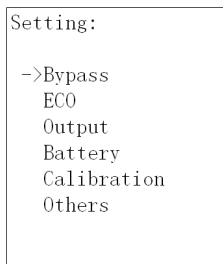

Рисунок 20 – Внешний вид пункта главного меню «Setting»
**9.1.4 «Setting» - Установка параметров.** Пункт главного меню, содержащий шесть вкладок, позволяющих изменить заводские уставки параметров ИБП (рисунок 20).